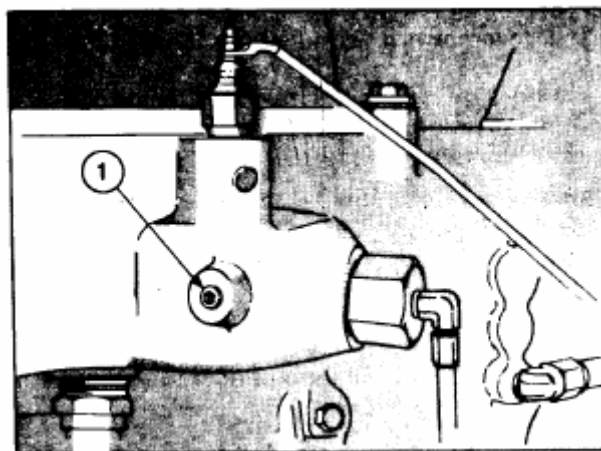

Рис.1-10 (ОМ 1006L). Осмотровое отверстие запальной свечи. Двигатель NT-855 C.I.D.
1. Установить заслону в положение холостого хода. Поставить тумблер включения запальной свечи в положение ВКЛ (ON). Должна загореться красная индикаторная лампочка.
6. Если двигатель не дает признаков запуска во время первых полных трех ходов насоса нагревателя, приложите руку к впускному коллектору и определить степень его нагрева. Если коллектор не нагрелся, то необходимо проверить электрическую проводку. Если проводка исправна, то необходимо снять заглушку 1/8 дюйма (1, рис.1-10), которая находится на коллекторе около запальной свечи. После этого включите тумблер свечи на 15 секунд и наблюдайте за состоянием свечи через отверстие, которое было ранее закрыто заглушкой. Запальная свеча должна раскалиться до белого свечения. Если это не происходит, то проверьте проводку к источнику питания 6 - 12 В (в зависимости того, какой источник используется) и замерьте силу тока, которая должна быть 30-32 ампер (минимум). Если запальная свеча исправна, то необходимо проверить исправность тумблера и резистора (если используется). В случае необходимости неисправный элемент нужно заменить.